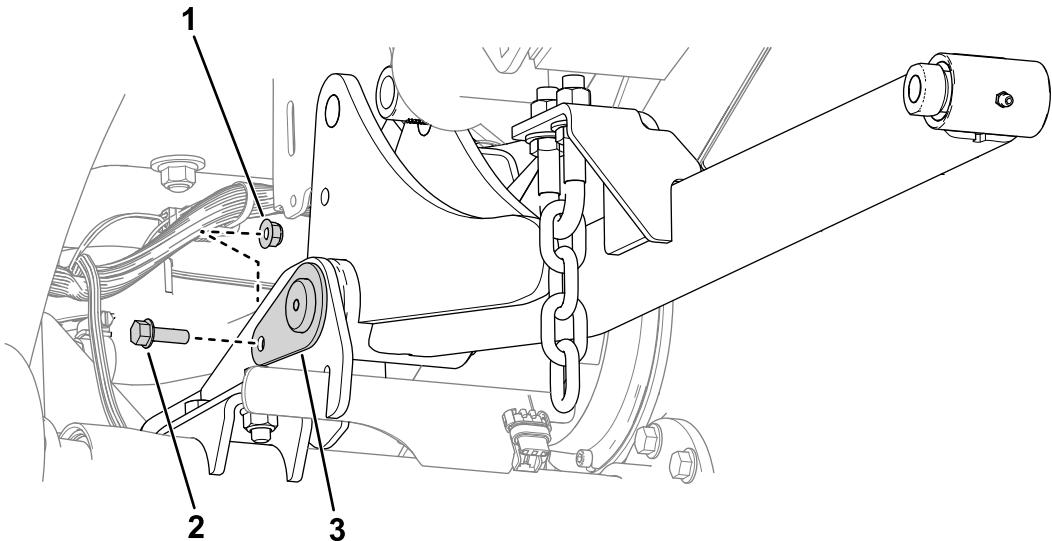

Figure 6
4. Avec 2 écrous (5/16") et 2 boulons (5/16" x 1"), fixez les grands axes sur le cadre (Figure 6).